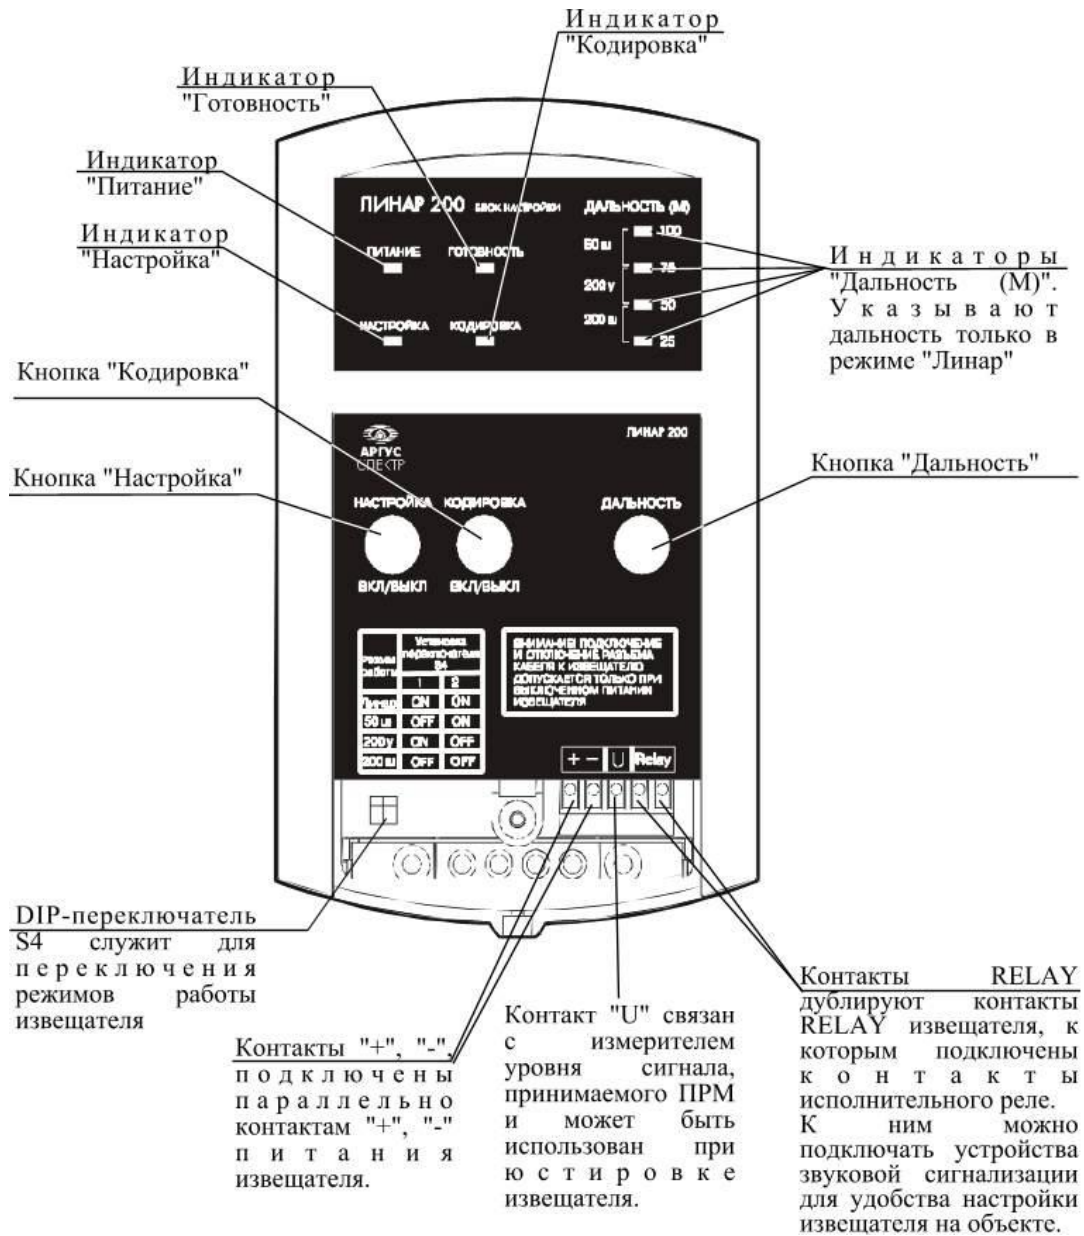

Рис. 3
Внешний вид БН (со снятой нижней крышкой) приведен на Рис. 3.
6. Подключить провода ШС к клеммам "RELAY" соединительной колодки (Рис. 3, стр. 14). При использовании защиты от несанкционированного вскрытия извещателя вне периода охраны, подключить отдельный шлейф контроля доступа к клеммам "ТАМР" соединительной колодки.
Нажать кнопку "Настройка вкл/выкл" (Рис. 3, стр. 14). БН переведет ПРМ в режим "Настройка – Юстировка". Индикатор "Настройка" при этом включится. В этом режиме индикатор "Готовность" отображает уровень принимаемого сигнала, а индикатор "Кодировка" – необходимость операции кодирования.
С помощью переключателя S4 (Рис. 3, стр. 14) установить режим работы в соответствии с таблицей 3 (стр. 13). При установке извещателя вдоль поверхности земли на высоте, соответствующей требованиям, указанным в разделе 3.1 (стр. 15), в режиме "Линар" необходимо установить дальность. Для этого, последовательным нажатием кнопки "Дальность" включить необходимый индикатор, в соответствии с данными таблицы 5.
2. подключить к клеммам "–" и "U" блока настройки (Рис. 3, стр. 14) вольтметр постоянного напряжения (тестер) с точностью не менее 0,01 В в диапазоне от 0 до 2 В;